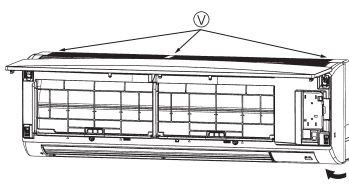

Fig. 6-3
3. Suelte 3 ganchos. (Fig. 6-3)